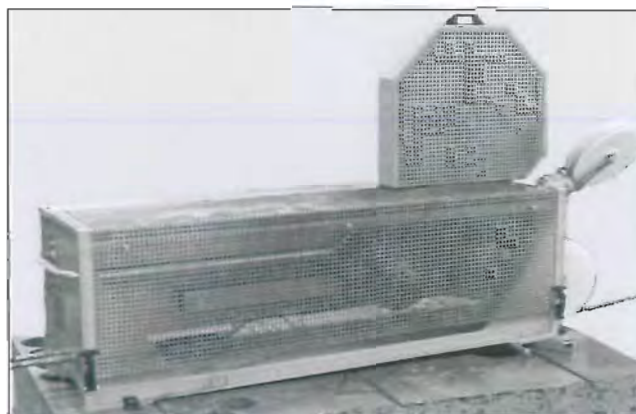

Рис. 5.3 CSA • 1000 H / CSA • 1001 H канатный автомат закреплен на дюбеля
3. Просверлите (4) отверстия под дюбеля для крепления на доп. анкерные дюбеля и накладку. Надежно закрепите автомат на дюбеля (Рис. 5.3)